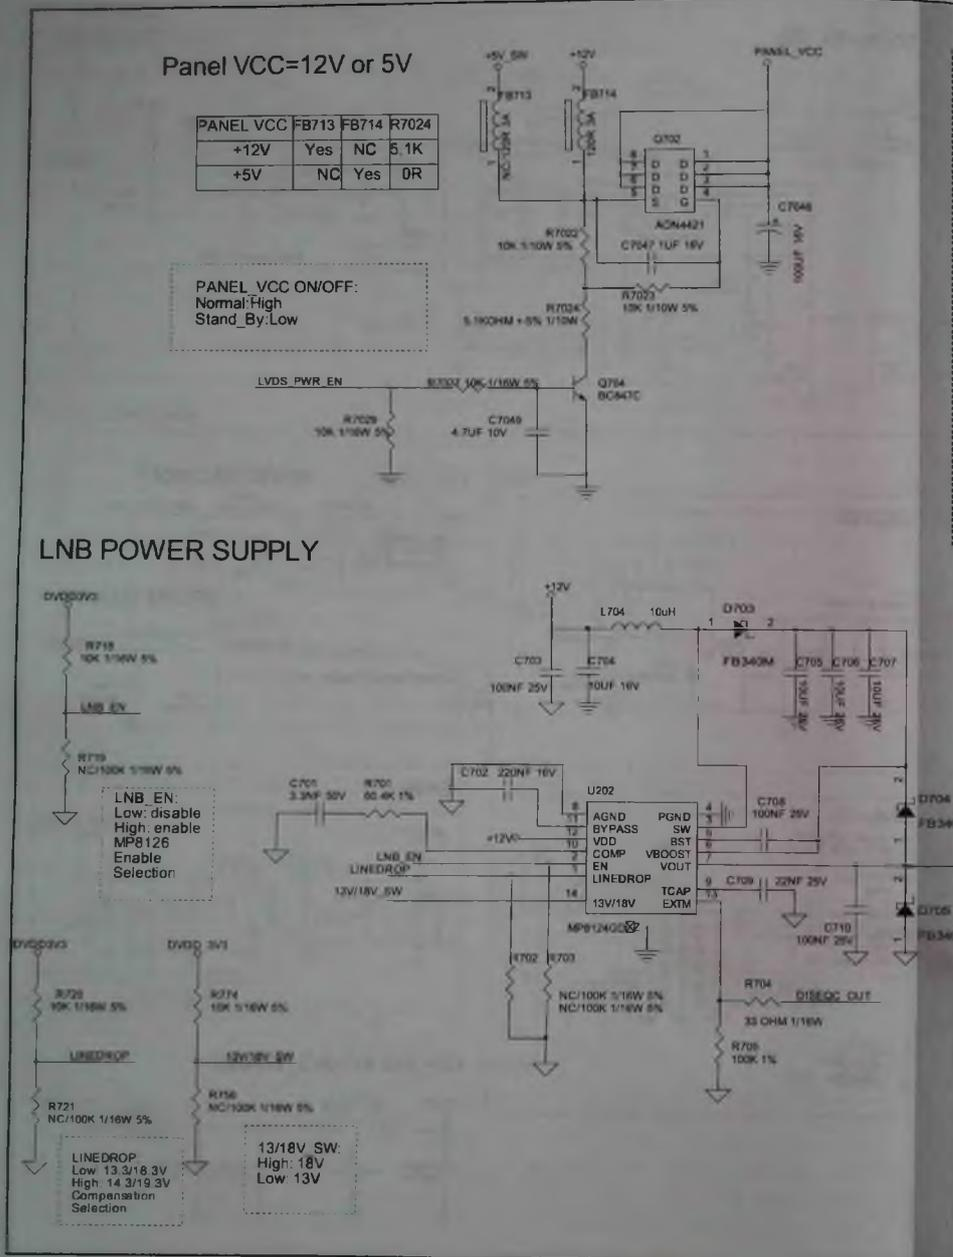

Рис. 8. Фрагмент принципиальной электрической
- +5V\_SW — напряжение +5 В для питания различных источников питания на плате SSB (см. рис. 8), формируется из 12 В конвертером U701 (RT6206BHGSP);
- Фрагмент принципиальной электрической схемы ТВ шасси TPM16.1E LA с источниками питания приведен на рис. 8.